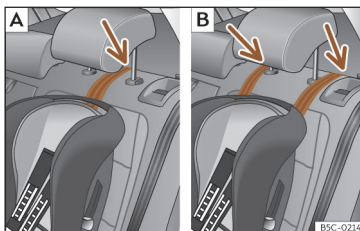
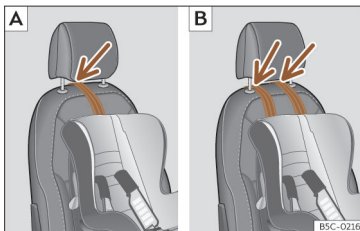

Fig. 55 Banquette arrière : réglage et montage en fonction de la ceinture Top Tether.
Fig. 56 Siège du passager avant : réglage et montage en fonction de la ceinture Top Tether.
- Placez la sangle sous l'appuie-tête (en fonction des instructions du siège, relevez ou retirez l'appuie-tête si nécessaire) >>> **fig. 55** , >>> **fig. 56**.